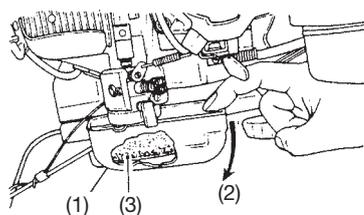

Fig. 9
- (1) Rens luftrensningselementet med sæbe og vand og lad det tørre, inden det tages i brug igen. (Fig. 9)